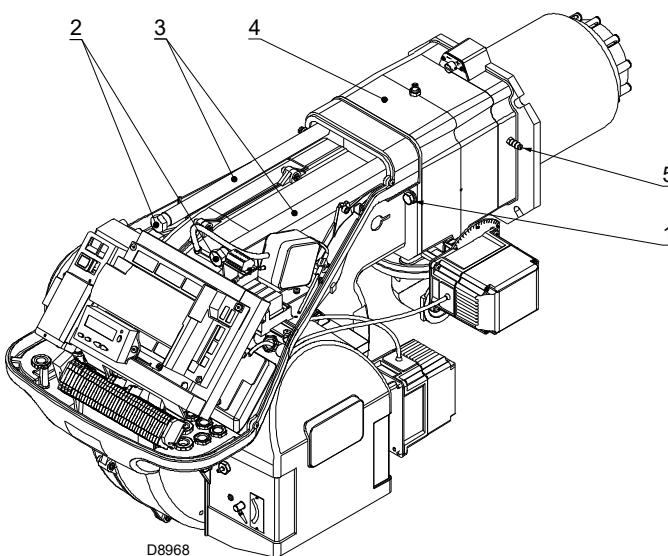

Рис. 21
- Вставьте кабель датчика и кабель электрода, а затем продвиньте горелку до муфты, положение горелки показано на Рис. 21.